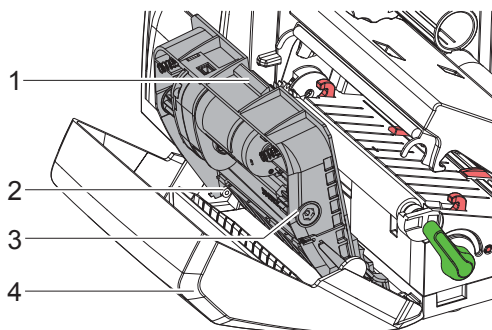

Fig. 20 Opstilling af knive
- ▶ Drej hjulakslen (6) med uret med en torx-skruetrækker TX10 indtil tandstængerne (7) drejer frit.
- ▶ Før den øvre klinge (9) ud af føringen (8).
- ▶ Tag den nedre klinge (10) ud.
- ▶ Sæt den nedre klinge ind ovenfra i holderne (11).
- ▶ Om nødvendigt skal fjedrene (12) sættes ind i fjederholderne (13) igen.
- ▶ For at indsætte den øvre klinge skal du trykke den nedre klinge hen mod forskærmen, indsætte den øvre klinge i føringen og skubbe den opad indtil tandstængerne (7) gribes fast af tandhjulene (5).
- ▶ Drej hjulakslen (6) mod uret med en torx-skruetrækker TX10 indtil klingens har nået det øvre anslag.
5. Hæng knivgruppen (3) ind i akslen (2), som vist i fig. 20, og sving den ind i forskærmen (4) indtil den klikker på plads.